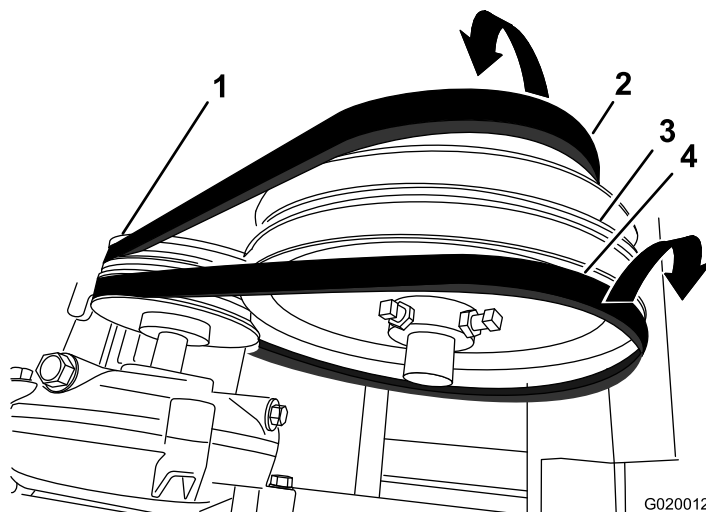

Figure 66
7. Poussez la courroie avant vers l'avant et déchaussez-la de la poulie de tension (Figure 66).
8. Poussez la courroie arrière vers l'arrière et déchaussez-la de la poulie de tension (Figure 66).